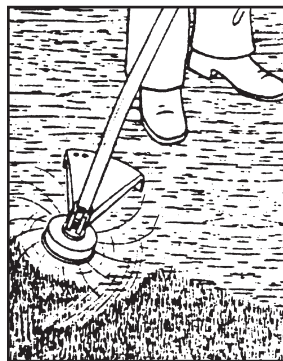

Bild 13.
- Luta trimmerhuvudet ca 30 grader åt vänster (det underlättar om du lossar bygelhandtaget och vrider det). Se bild 13.